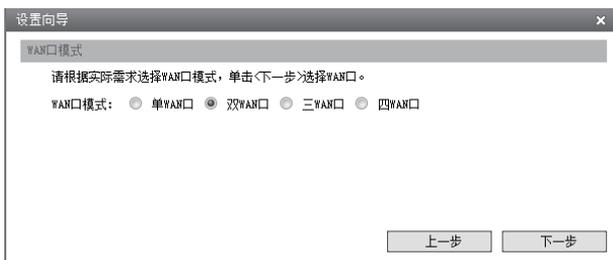

图4-5 WAN口模式
4. 请根据实际需求选择WAN口模式, 如图4-5所示(单WAN口企业VPN路由器没有此界面), 单击“下一步”, 进入WAN口选择界面。